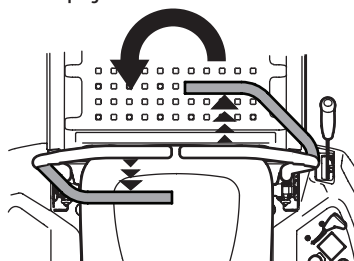

Figure 29
3. Pour tourner dans le sens antihoraire, déplacez le levier de contrôle droite de la barre abdominale vers l'avant tout en déplaçant simultanément le levier de contrôle de la barre abdominale gauche vers l'arrière (Figure 29).